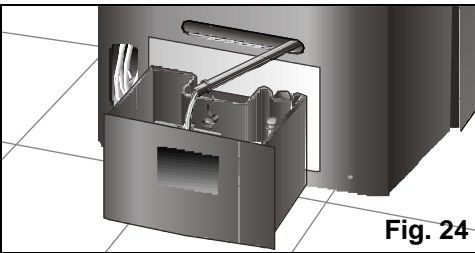

Fig. 24
- ❑ Svuotate prima l'acqua di condensa che ci può essere nel serbatoio interno, sfilando dalla sua sede il tubo di scolo dell'acqua e smontando il tappo - **Fig. 24** - per evacuare l'acqua prodotta. All'avvenuto svuotamento del serbatoio, non dimenticate di collocare tappo e tubo nelle loro sedi.